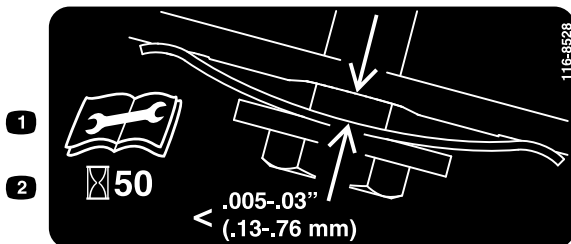

Figura 33
3. Poziționați un set de lere între 0,13 - 0,76 mm pe perete și glisați-l în jos sub arcul de tensionare a curelei; consultați Figura 33.